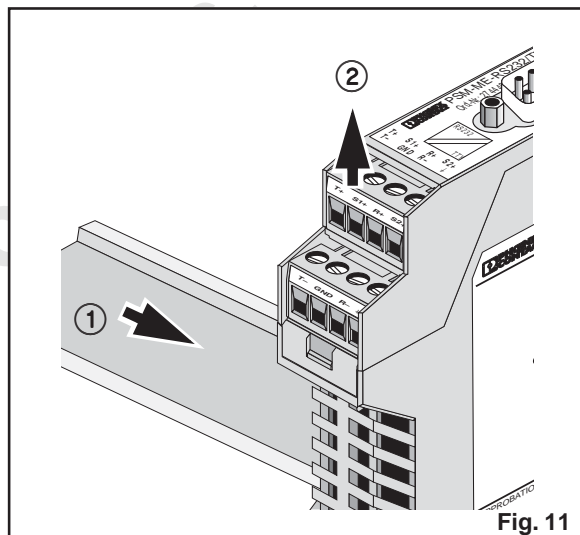

Fig. 11
- jaune : données d'émission (TD), dynamique
- verte : données de réception (RD), dynamique
Pour procéder à la configuration, déverrouiller la tête du boîtier ① à gauche et à droite. Extraire le circuit imprimé du boîtier jusqu'en butée ② (fig. 11).